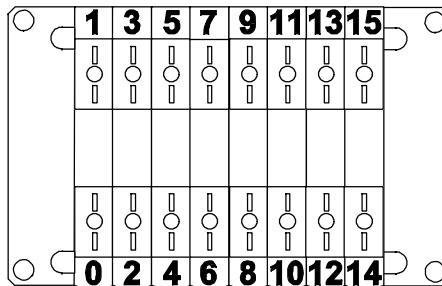

Bild 3/6: Adressbelegung Ventilinsel CPV10-EX-VI mit Ventil-Einzelanschluss und 8 Ventilplätzen
- Die Zählweise beginnt von links nach rechts, auf den einzelnen Ventilplatten von vorne nach hinten (siehe Bild 3/6).